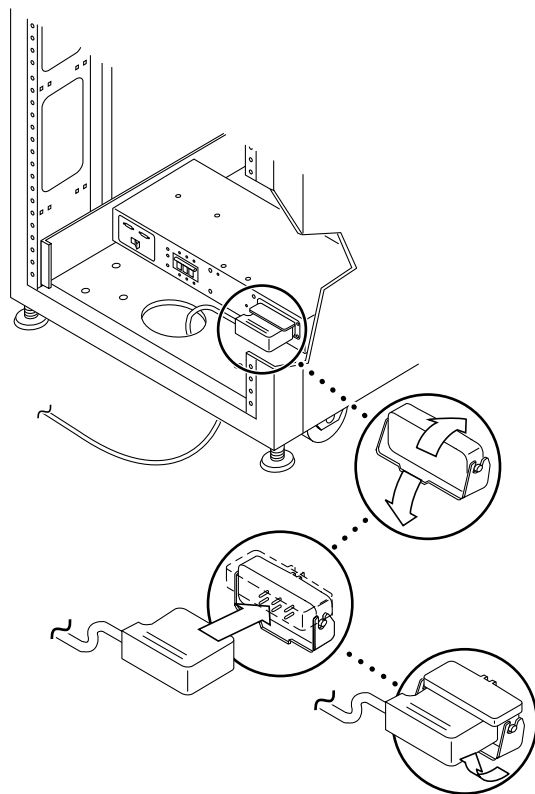

図 B-6 電源ケーブルの接続
3. 1本の電源ケーブルの四角いメス端を正面電源シーケンサに接続し、もう1本の電源ケーブルの四角いメス端を背面電源シーケンサのコネクタに接続します (図 B-6)。